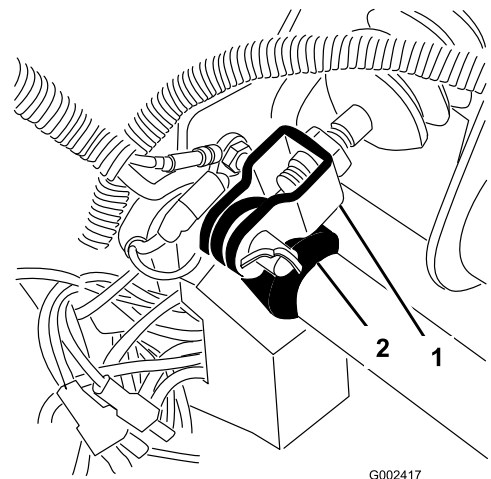

Figure 54
1. Retirez la goupille fendue et l'axe de chape qui fixent la chape du maître-cylindre au pivot de la pédale de frein (Figure 54).
- Desserrez les écrous de blocage qui fixent la chape à l'arbre du maître-cylindre (Figure 54).